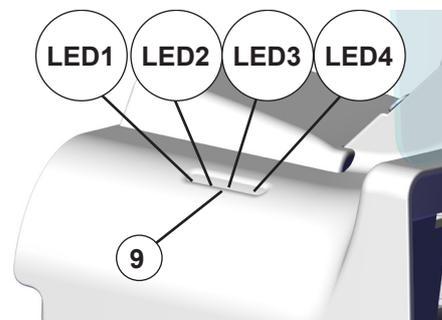

Fig. 2
- ⇒ Inserire la lastra di ispezione (10) dall'alto nelle scanalature laterali dell'apertura di aspirazione.
**i** **La lastra di ispezione può essere ripiegata ad es. per riporre l'apparecchio in un cassetto. A tal fine, tirare leggermente verso l'alto la lastra di ispezione e ripiegarla, vedere la Fig. 2 (risvolto copertina).**